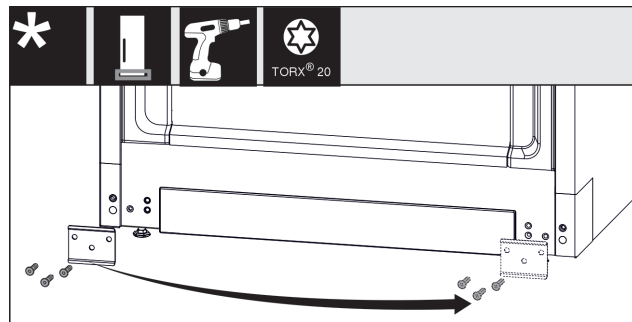

Fig. 16
- ▶ Csavarozza le a lemezt Fig. 16 (1), helyezze át a másik oldalra, és ismét csavarozza fel.